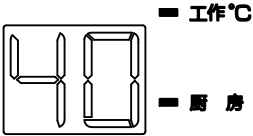

图23
3. 厨房模式：在待机状态下（即开机不开水状态），按“@”键可切换到厨房模式，如图23所示，用户可以根据自身需要调节出水温度。温度调节范围为35-45℃。